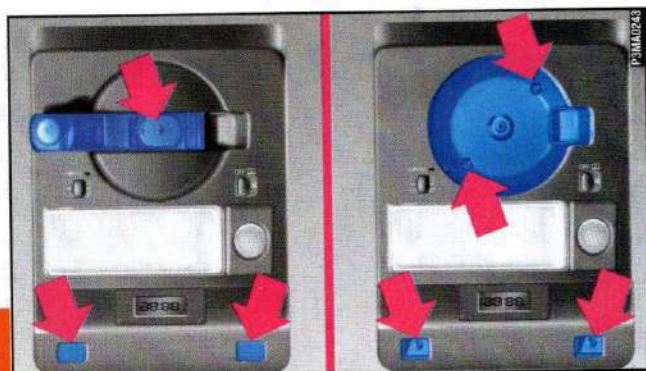

fig. 28
- 1) Svitare la vite centrale di fissaggio **fig. 28** ed estrarre la manovella del tetto apribile.